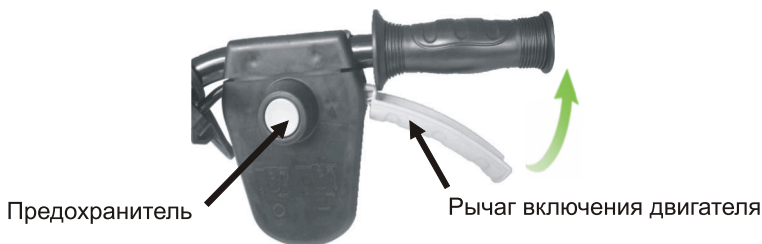

Рис. 14
2. Нажмите до упора предохранитель, затем прижмите рычаг включения двигателя к ручке и двигатель запустится. После чего отпустите предохранитель (рис. 14). Если отпустить рычаг включения двигателя, двигатель перестанет работать.